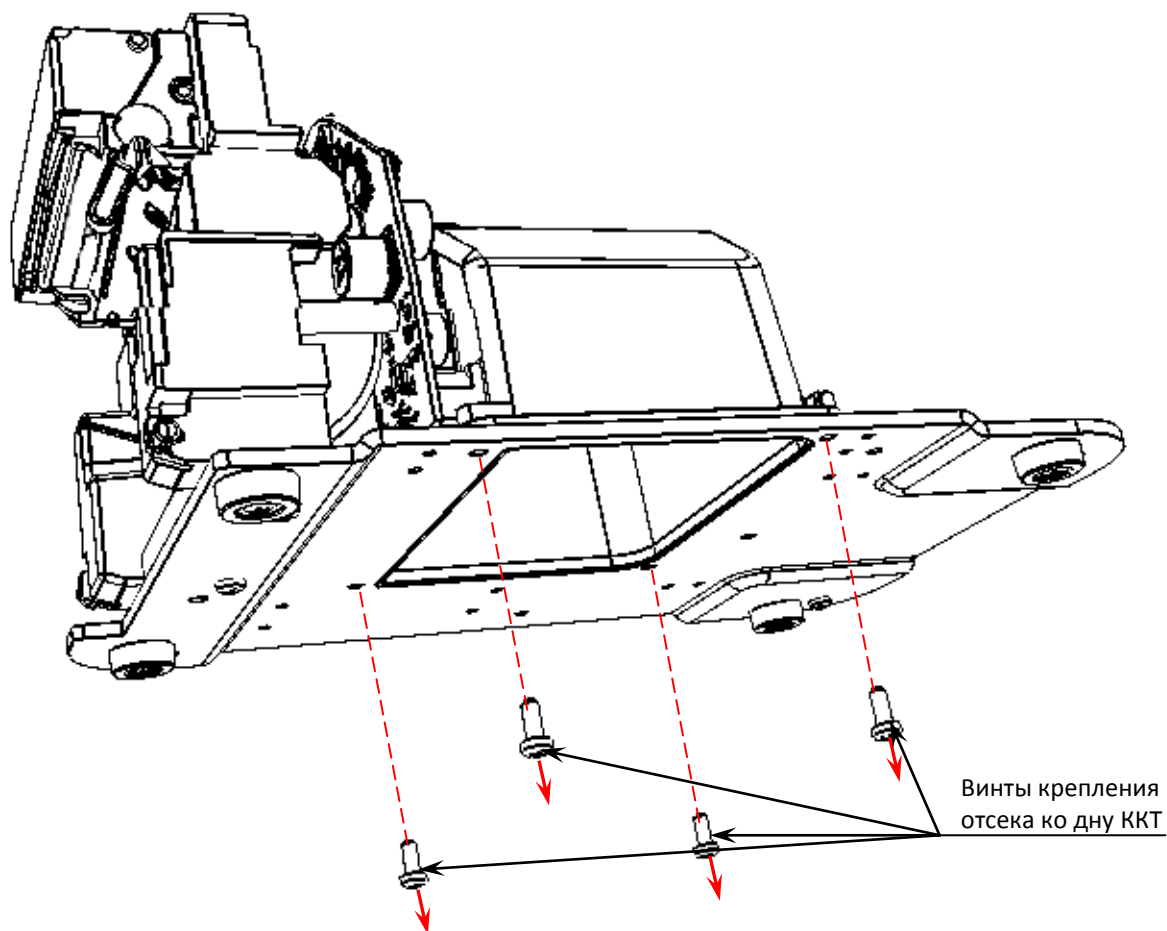
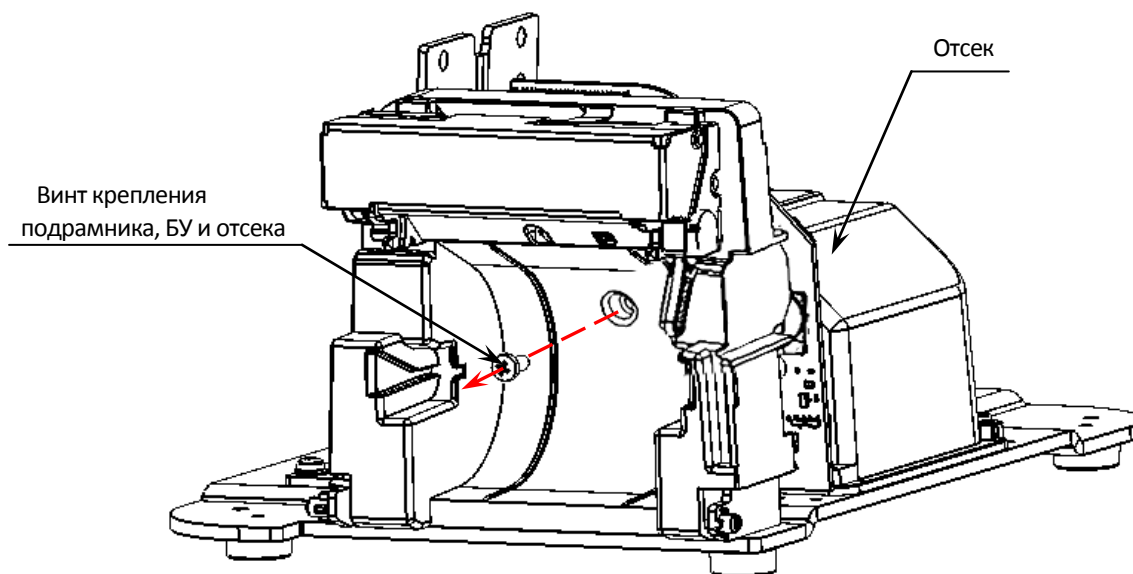

Рисунок 30. Винты крепления отсека ко дну корпуса ККТ (крышка лотка для ЧЛ не показана)
Рисунок 31. Винт крепления подрамника, блока управления и отсека в корпусе ККТ (крышка лотка для ЧЛ не показана)
17. Вкрутить винты крепления: один винт – в области лотка для ЧЛ (рисунок 31), четыре винта – с нижней стороны дна корпуса ККТ (рисунок 30).